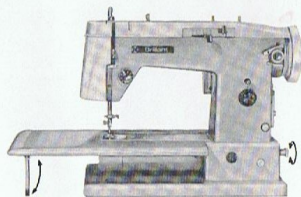

Abb. 13
11. Nähen mit Anschlagbetisch (Flachbettmaschine) (Abb. 13)